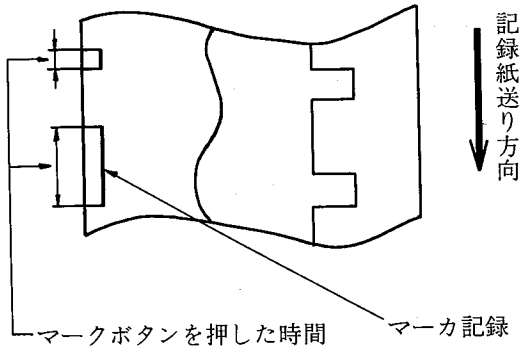

図3-14
イベントマークボタン⑤を押している間、図3-14の様に記録紙左端にマークされます。実験の開始やメモとして御使用下さい。